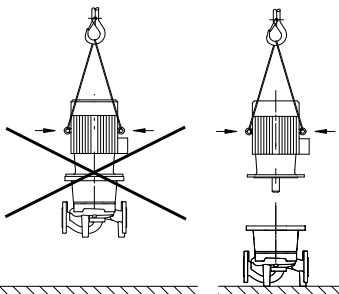

Fig. 6: Transport av motorn (principbild)
- Om det sitter transportöglor på motorn får dessa endast användas för att lyfta motorn, inte hela pumpen (fig. 6).